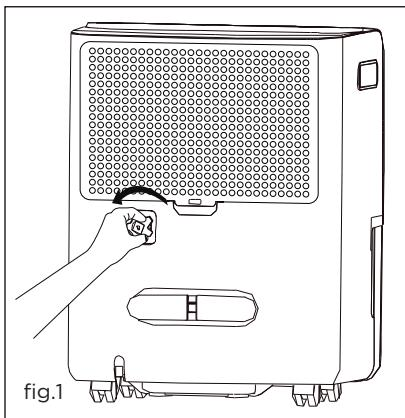

fig.1
b. Dévissez le bouchon de purge à l'arrière de l'unité. (fig. 1)